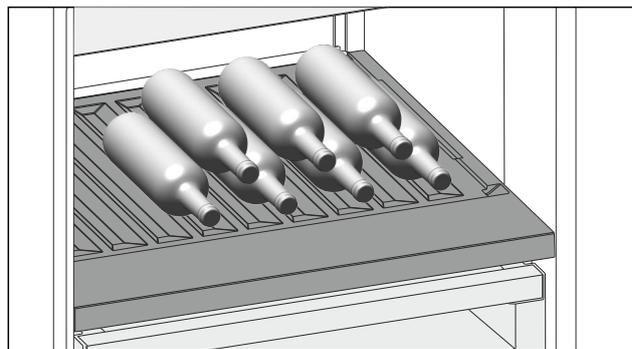

Fig. 97
- ▶ Stavite boce s dnom prema stražnjoj stijenci hladnjaka. (pogledajte Fig. 97)